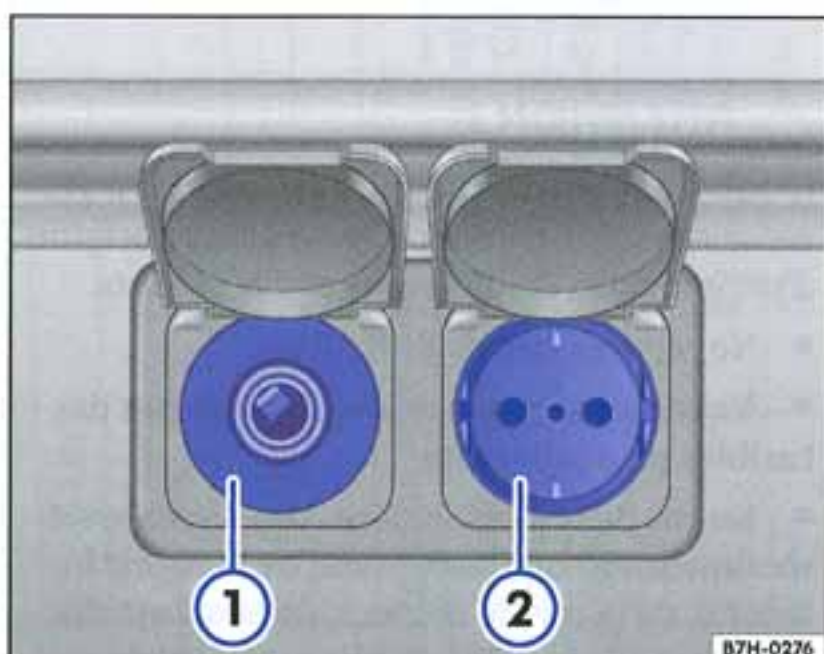

Fig. 2 Prises de courant 230 volts et 12 volts sur le côté droit du bloc-cuisine
- Sur le côté droit du bloc-cuisine, derrière le siège du conducteur ⇒ fig. 2 ①
La prise de courant 230 volts se trouve sur le côté droit du bloc-cuisine, derrière le siège du conducteur $\Rightarrow$ page 5, fig. 2 ②.